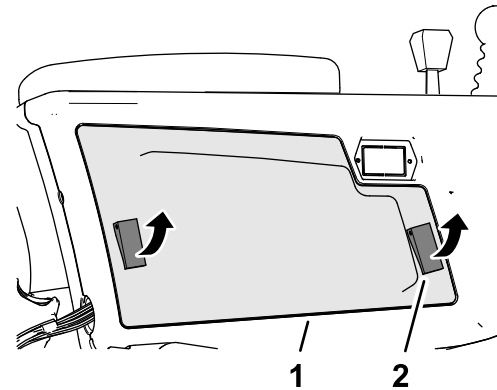

Figura 86
2. Abra los 2 enganches que sujetan la cubierta del brazo de control al brazo de control, y retire la cubierta (Figura 86).